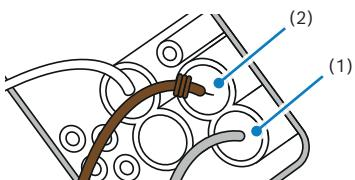

Figure 5
17. Installer la broche du câble noir/blanc depuis la prise XE1 du faisceau (alvéole 44) vers la prise X26 du faisceau ainsi que la broche du câble marron et clipser l'ergot (figure 5)
- alvéole 1 (1) - câble noir/blanc
- alvéole 2 (2) - câble marron